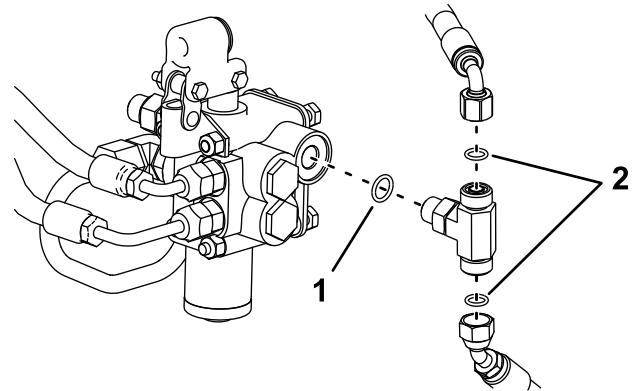

Figura 7
- F. Sustituya las juntas tóricas en el acoplamiento en T con juntas tóricas nuevas, tal y como se muestra en la Figura 7.